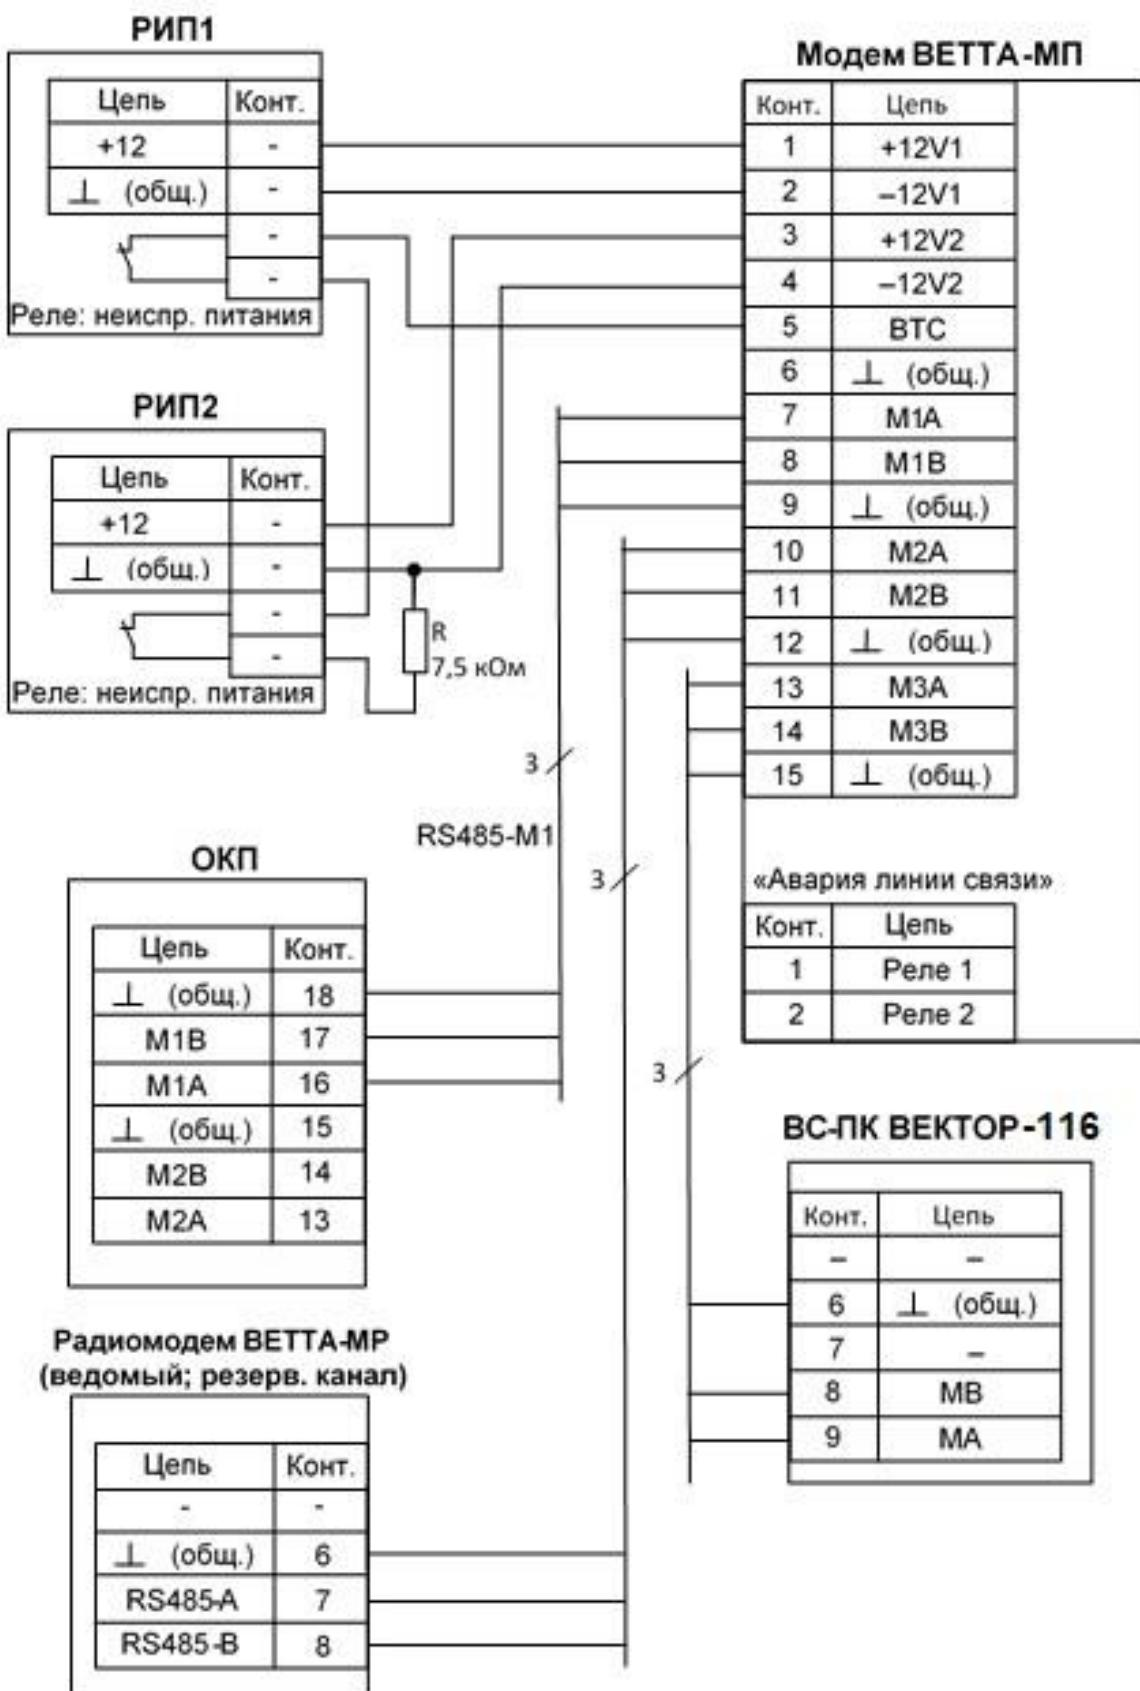

Рис. 13. Схема соединений УППУ «ВЕТТА-МП» в комбинированной системе с резервированием каналов связи
- 1) Подключите ОКП к компьютеру с помощью кабеля USB-A – MiniUSB-B (USB-разъём ОКП располагается справа на боковой стороне корпуса устройства, Рис. 13).